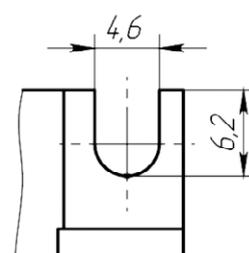

Рисунок 28 – Паз для крепежного винта
*В крышках регистров предусмотрены пазы для крепежных винтов (рисунок 28).